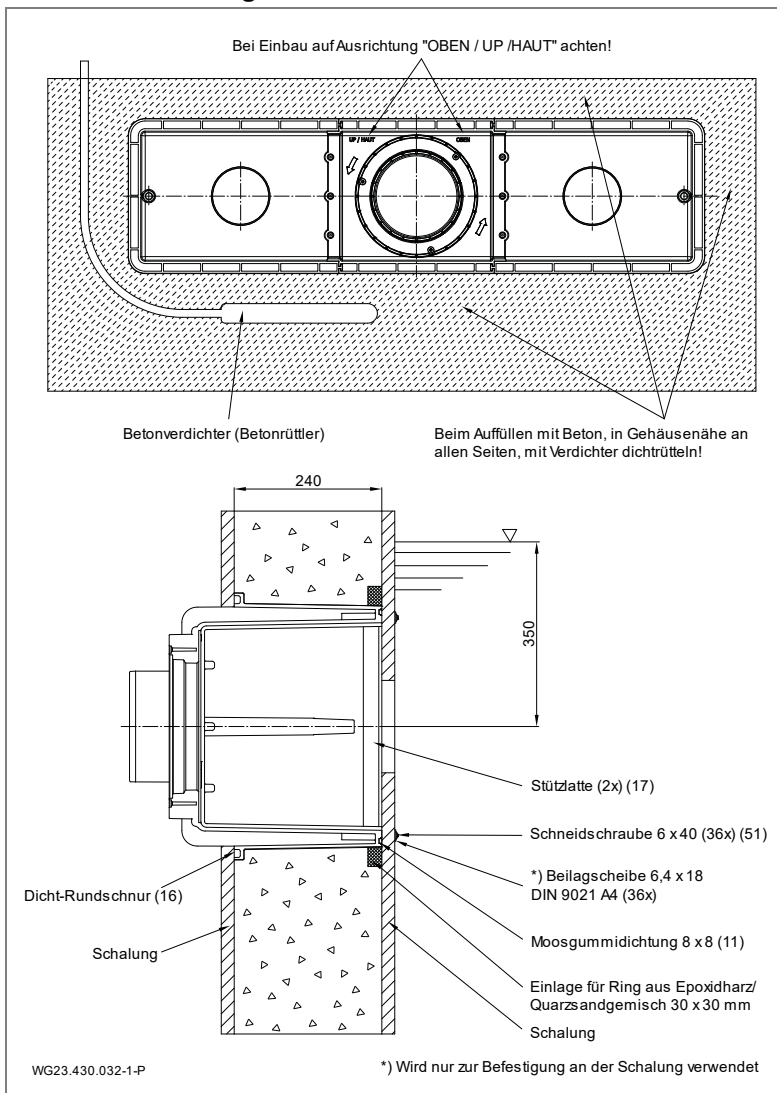

Abb. 5
Für die Abdichtung zur Betonwand wird empfohlen, einen umlaufenden Ring aus Epoxidharz/Quarzsand an der beckenseitigen Außenwand des Gehäuses (1) zu erstellen. Siehe "Abb. 5" auf Seite 22
1. Einbautiefe: Mitte des Einbaugehäuses (1) soll 35 cm unterhalb des Wasserspiegels angebracht werden.
3. Stützplatten (17) zwischen die beiden Überlappungen der Gehäuseinnenseite klemmen.
4. Moosgummidichtung (11) ohne Zug entlang der Nut am Gehäuse (1) von Hand eindrücken. Mit einem Tropfen Sekundenkleber bodenseitig fixieren.
5. Die Dicht-Rundschnur (16) in die Gehäusenut einlegen.
6. Einbaugehäuse (1) mit der Kennzeichnung „OBEN/UP/HAUT“ ausrichten und mit den Schneidschrauben (51) an der Schalung befestigen.